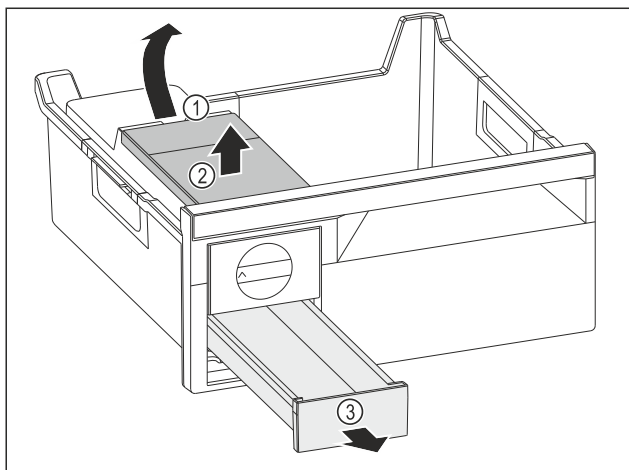

Fig. 140
- ▶ Извлеките бак для воды: Поднимите бак для воды за выемку Fig. 140 (1).
- ▶ Извлеките бак для воды Fig. 140 (2) движением вверх.
- ▶ Извлеките выдвижной ящик для кубиков льда Fig. 140 (3) движением вперед.